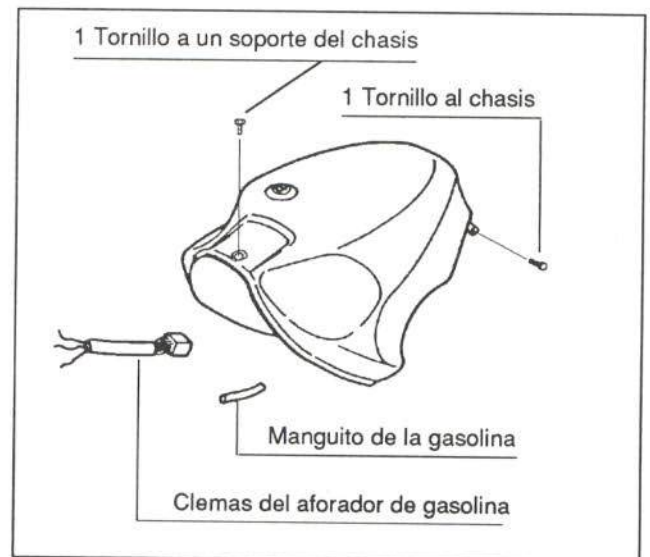

Figura 32.- Fijación del depósito de combustible
- Depósito de combustible (figura 32)
En la figura 32 se detalla la sujeción de este elemento.